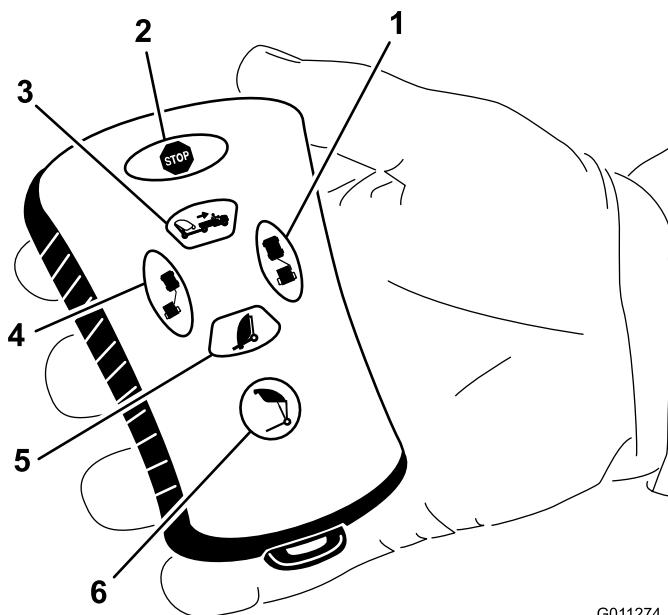

Figura 25
- Pressione o botão de descida do dispositivo de recolha (Figura 25).
- Depois, pressione o botão de desviar para a esquerda (Figura 25).
- Depois, pressione o botão de desviar para a direita (Figura 25)
- Depois, pressione e mantenha pressionado o botão de descida do dispositivo de recolha (Figura 25).
- Pressione o botão vassoura para baixo para baixar o dispositivo de recolha (Figura 25).